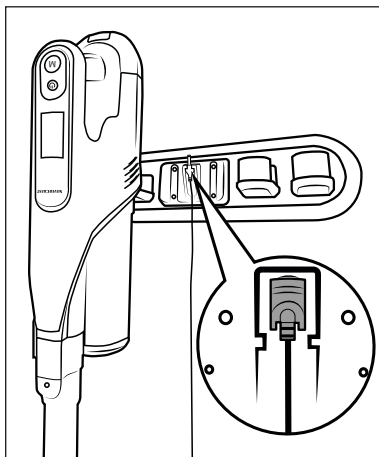

Fig. 6
- ◆ Insérez l'aspirateur par le haut dans le support mural **18**, afin que la fiche creuse **1** glisse dans la prise de recharge **3** en dessous de l'appareil. L'indicateur de batterie **28** se met à clignoter et la recharge débute (voir fig. 6 et 7).